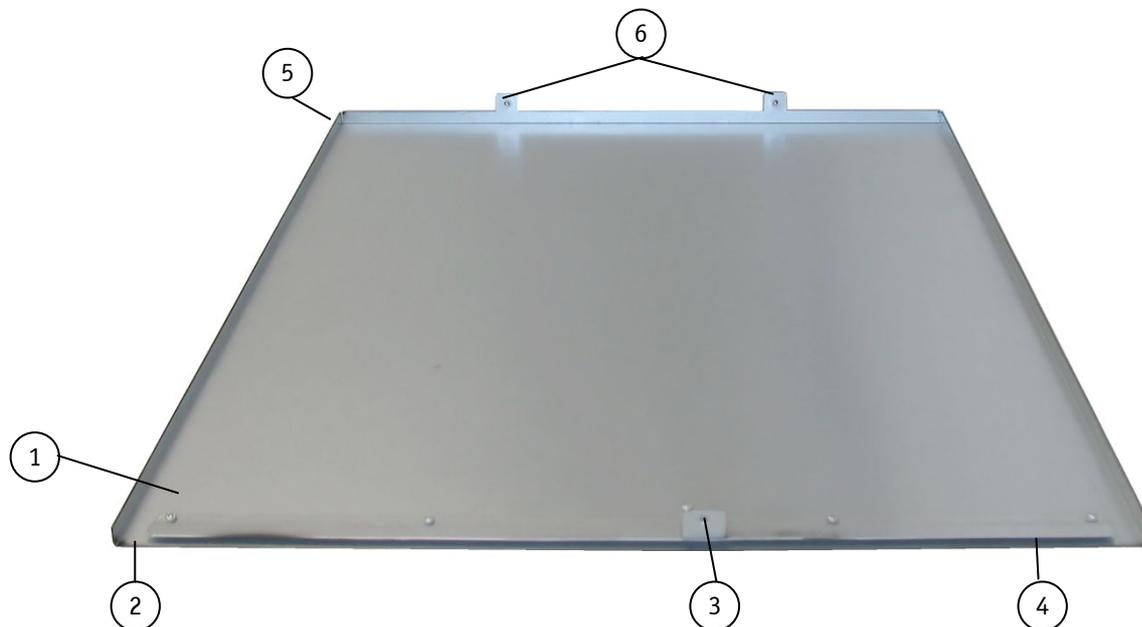

Abb. 26: Innenseite des Deckels mit Fixierungslaschen
Die Befestigung des Deckels erfolgt über zwei Laschen an der Frontseite des Deckels (Abb. 26, Pos. 3 und Pos. 4), zwei Fixierungslaschen mit Rändelschrauben an der Rückseite des Deckels (Abb. 26, Pos. 6), und die Deckel-Anziehschraube (Abb. 12 und Abb. 13, Pos. 14) an der Frontseite der KISS 4U V2-Plattform.
Wenn der Deckel eingesetzt wird, achten Sie darauf, dass die Fixierungslaschen (Abb. 26, Pos. 3 und Pos. 4) unter die entsprechende Deckelhaltetasche (Abb. 8, Pos. 4) des Gehäuses eingeführt wird. Die Zentrierlasche (Abb. 26, Pos. 3) und die frontseitige Deckel-Anziehschraube (Abb. 12 und Abb. 13, Pos. 14) sichern den Deckel an der Frontseite.
3. Ziehen Sie den Deckel kurz nach hinten (Abb. 30), um die Zentrier- und Fixierlasche des Deckels (Abb. 26, Pos.3 und Pos. 4) aus der Deckelhaltetasche (siehe Abb. 8, Abb. 9, Pos. 4) des Gehäuses herauszuziehen.